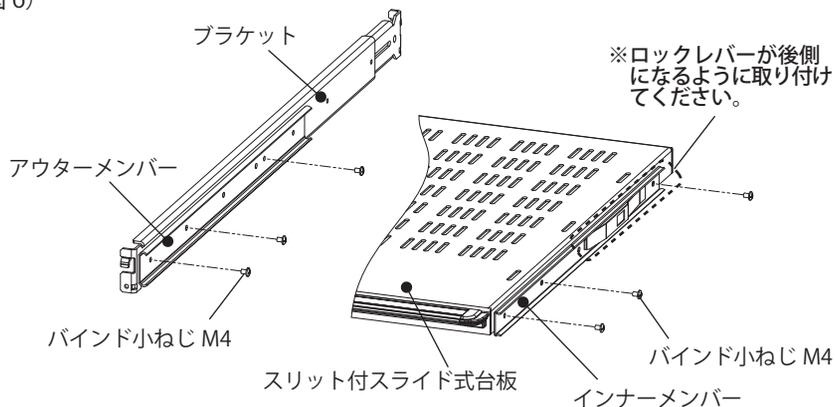

図6
- ②ブラケットにアウターメンバー、スリット付スライド式台板にインナーメンバーを付属のバインド小ねじ M4 にて固定してください。※図は右側を示します。(図6)